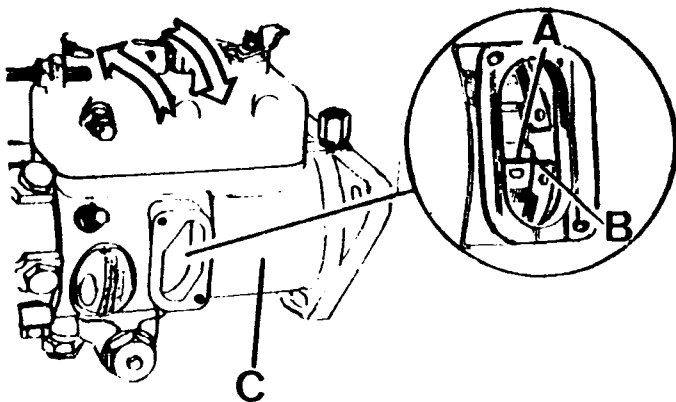

Fig. A3-40A Ajuste de la bomba una vez -- montada en el motor
- 3.12. Hacer coincidir la marca, A (Fig. A3-40A) de sincronización con la parte recta, B, del anillo. Para lo cual será necesario girar el cuerpo de la bomba inyectora, C, hacia la izquierda o hacia la derecha. Una vez que las marcas estén coincidiendo, apretar definitivamente las tres tuercas que fijan la bomba inyectora a la tapa intermedia y montar la tapa de la ventana de inspección de la bomba, A (Fig. A3-36).